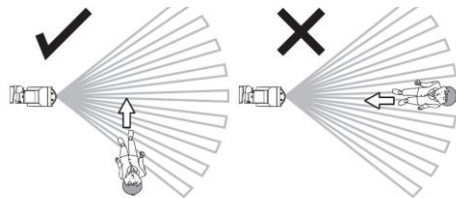

Fig. 2
- A la hora de escoger un lugar de instalación adecuado, tome en consideración que la mejor detección de movimientos se consigue cuando un objeto móvil cruza las zonas de detección (véase la fig. 2).